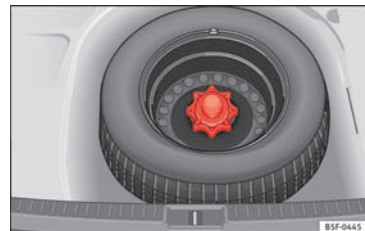

Fig. 240 Nødhjul: bundplade, der er klappet op
- Løft bundpladen, og hold den i denne position for at tage nødhjulet ud »» Fig. 240.